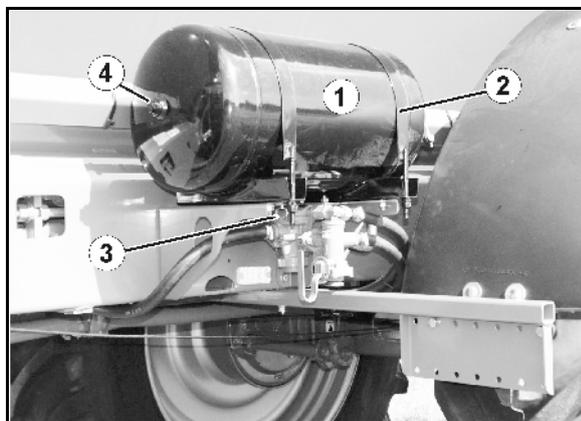

Fig. 94
2. Schrauben Sie das Entwässerungs-Ventil (Fig. 94/3) aus dem Luftbehälter heraus und reinigen Sie den Luftbehälter, wenn Sie Verschmutzungen feststellen.